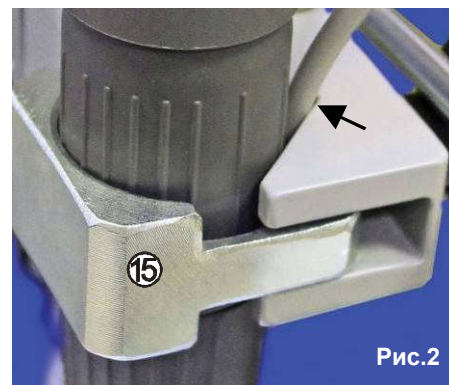

Рис.2
- при закреплении наконечника в универсальной головке разместите кабель согласно рис. 2.